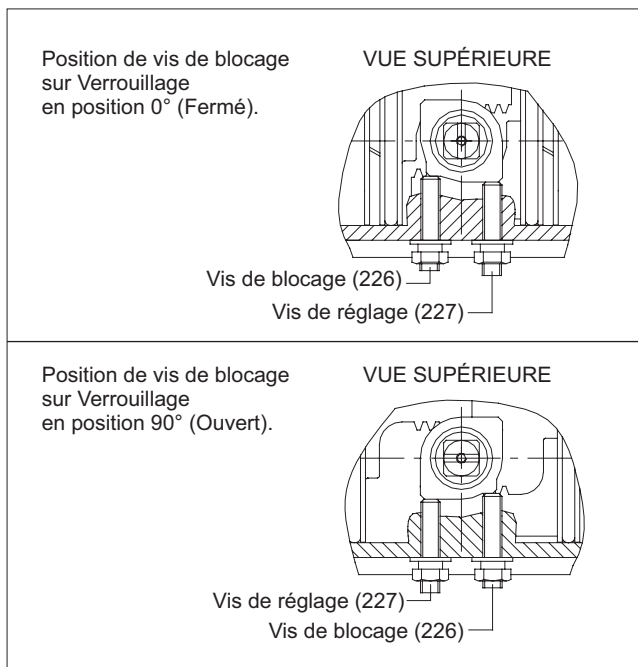

Figure 21.
- B. Insérez sur la vis de réglage (227) et sur la vis de blocage (226) l'écrou spécial (228), la rondelle (03) et le joint torique (11), voir (**Figure 21**).
- A. Avant de procéder au montage des vis de réglage et de blocage sur le corps, vérifiez la position d'arrêt demandée : complètement fermée (0°) ou complètement ouverte (90°), **Figure 21**. Attention : lorsque les vis sont montées, la position de l'actionneur doit être de $0^\circ \pm 2^\circ$ ou de $90^\circ \pm 2^\circ$.
- B. Insérez la vis de blocage (226) et la vis de réglage (227) dans le corps de l'actionneur jusqu'à ce que la position de verrouillage souhaitée soit atteinte, puis serrez l'écrou spécial (228), voir (**Figure 21**).